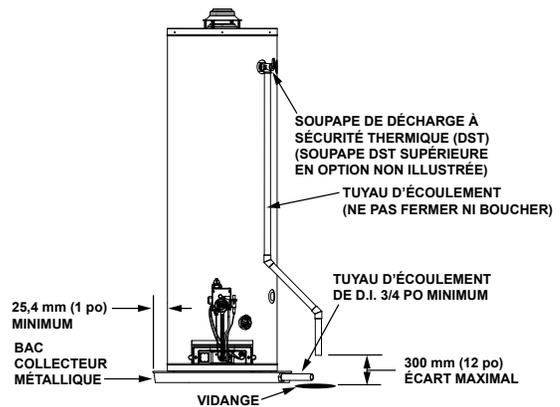

FIGURE 14
Pour assurer la protection contre les pressions et les températures excessives, une sonde de température à sécurité thermique doit être installée dans l'ouverture marquée « T&P RELIEF VALVE » (Figure 14). Cette soupape doit être de conception certifiée par un laboratoire de tests de renommée nationale qui assure une inspection périodique de la production d'appareillages ou matériels listés comme étant conformes aux exigences de la norme Relief Valves for Hot Water Supply Systems (Soupapes de décharge pour les systèmes d'approvisionnement en eau chaude), ANSI Z21.22 / CSA 4.4. La fonction de la soupape de décharge à sécurité thermique est d'évacuer l'eau en grande quantité en cas de température ou de pression très élevée dans le chauffe-eau. La pression de décharge de la soupape ne doit pas être supérieure à la pression de service figurant sur la plaque signalétique du chauffe-eau.
1. Trouver la soupape de décharge à sécurité thermique (ou soupape DST) sur le chauffe-eau. Voir Figure 14.